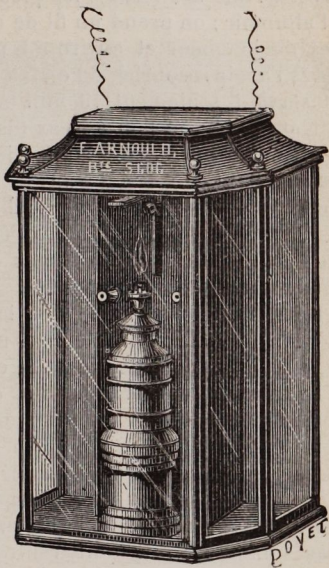

Fig. 372. — Allumoir extinc-teur.
M. Arnould a également inventé un *allumoir extinc-teur*, qui s'allume et s'éteint tout seul (fig. 372) et cela pour l'usage des locataires qui rentrent à des heures avancées dans la nuit. Il place l'appareil sous une porte cochère ou un vestibule en communication avec le cordon de la porte : quand le concierge manœuvre le cordon, la lampe s'allume, brûle pendant trois ou quatre minutes et s'éteint automatiquement. Le courant arrive par le pôle positif de la pile, attire un trembleur et relève l'éteignoir, l'étincelle d'induction de la bobine allume la lampe; la flamme chauffe une lame métallique qui en se dilatant se recourbe et déclanche l'éteignoir, qui retombe sur la mèche et éteint la lampe. L'appareil, comme on le voit, est basé sur l'étincelle d'induction. M. Arnould a dû abandonner l'incandescence de la spirale de platine, qui se détériore trop rapidement en raison de son contact continu avec la mèche.